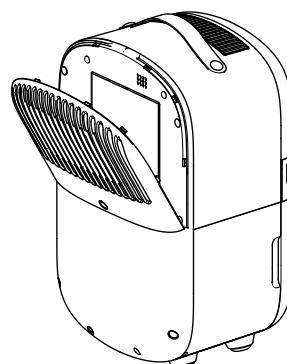

рис. 7
3. Зніміть кришку фільтра (6) з приладу, вийміть фільтр HEPA (10) і вугільний фільтр (рис. 7).